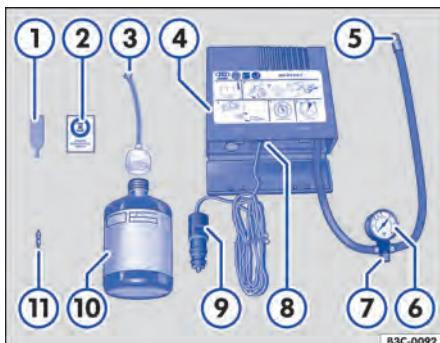

Fig. 178 Representação esquemática: componentes do kit de reparo dos pneus.
⇒ Fig. 178:
11. Colar a etiqueta adesiva ⇒ Fig. 178 ② do kit de reparo dos pneus no campo visual do condutor no painel de instrumentos.
- Com a chave para remoção do elemento da válvula ⇒ Fig. 178 ①, desrosquear o elemento da válvula do pneu e colocá-lo sobre uma superfície limpa.
- Agitar a garrafa para enchimento dos pneus ⇒ Fig. 178 ⑩ algumas vezes com força.
- Rosquear a mangueira de enchimento ⇒ Fig. 178 ③ com firmeza no sentido horário sobre a garrafa para enchimento dos pneus. A pelúcia na tampa é perfurada automaticamente.
- Remover a vedação da tampa da mangueira de enchimento ⇒ Fig. 178 ③ e introduzir a extremidade aberta totalmente na válvula do pneu.
- Rosquear novamente o elemento da válvula com a chave para remoção do elemento da válvula ⇒ Fig. 178 ① na válvula do pneu.
- Rosquear a mangueira de enchimento dos pneus ⇒ Fig. 178 ⑤ do compressor de ar com firmeza na válvula do pneu.
- Verificar se o parafuso de sangria de ar ⇒ Fig. 178 ⑦ está fechado.
- Encaixar o conector do cabo ⇒ Fig. 178 ⑨ em uma tomada 12 V do veículo ⇒ Página 143.
- Ligar o compressor de ar com o interruptor LIGA-DESLIGA ⇒ Fig. 178 ⑧.
Reconectar a mangueira de enchimento dos pneus \Rightarrow Fig. 178 ⑤ e ler a pressão dos pneus no manômetro de pressão dos pneus ⑥.